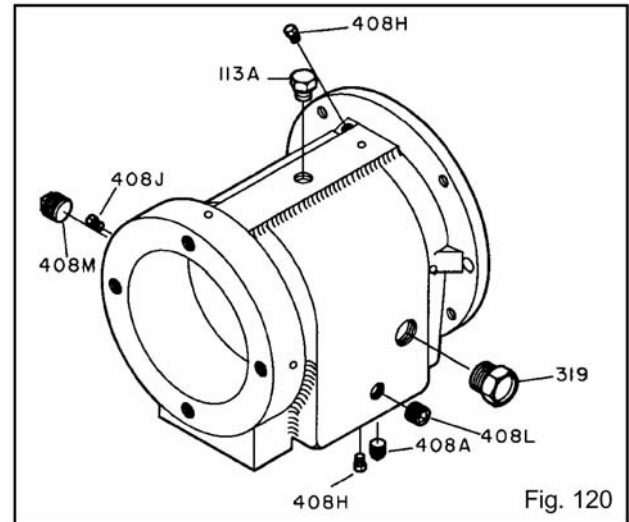

Fig. 120
1. Instale el tapón de llenado de aceite (113A), el tapón de drenaje de aceite (408A), el tubo indicador (319), el tapón del aceitador visible (408J), cuatro (4) tapones de conexión de rociado de aceite (408H) o graseras (193) y los tapones de salida de grasa (113), y los tapones de entrada y de salida del enfriador de aceite o enfriador de aceite del soporte de los rodamientos (408L, 408M) en el soporte de los rodamientos (228) (Fig. 120).